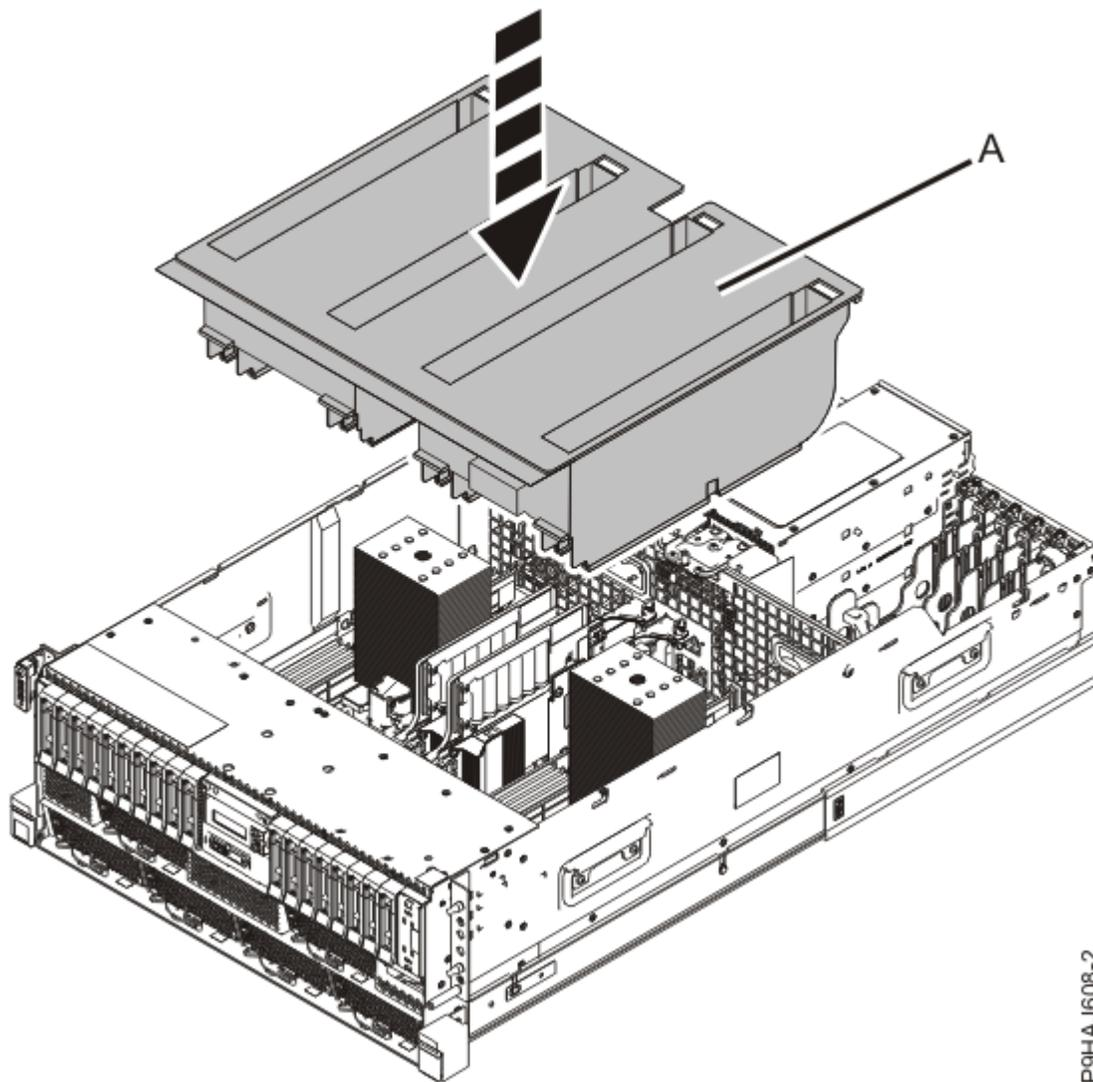

*Figura 30. Substituir o cabo da ventoinha no painel posterior do sistema*
4. Ligue o cabo da ventoinha (**A**) ao painel posterior do sistema, conforme demonstrado em Figura 30 na página 36.